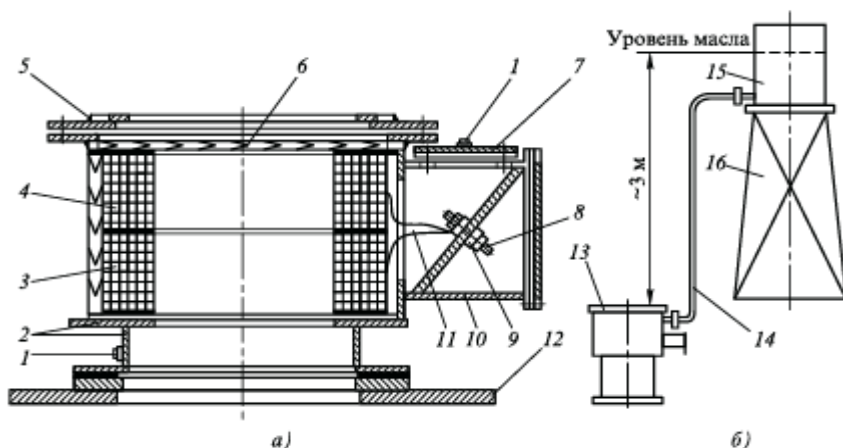

Рис. 13.19. Установка трансформатора тока на переходном фланце (а) и схема испытания его герметичности (б):
2. **Устанавливают** на резиновой прокладке, приклеенной к крышке бака, **переходный фланец** с трансформатором тока (рис. 13.19).